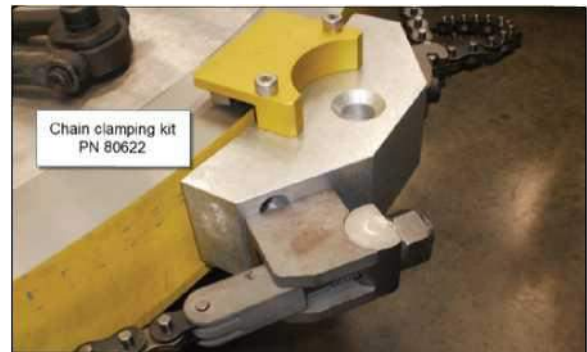

Abbildung 3-23. Anbringen der Außenspannung mit dem Climax Kettenspannset
- Anbringen der senkrechten Beine mit dem Climax Außen-Kettenspannset (P/N 80622) (Abbildung 3-23 Abbildung). Ziehen Sie die Kette gleichmäßig bis zu 50 ft-lbs (68 Nm) fest. Das Kettenspannset ist ein optionales Zubehör; fragen Sie Ihren Climax-Vertreter nach weiteren Informationen.